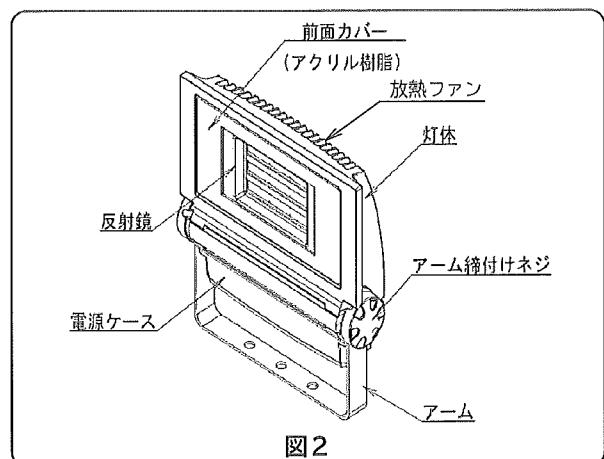
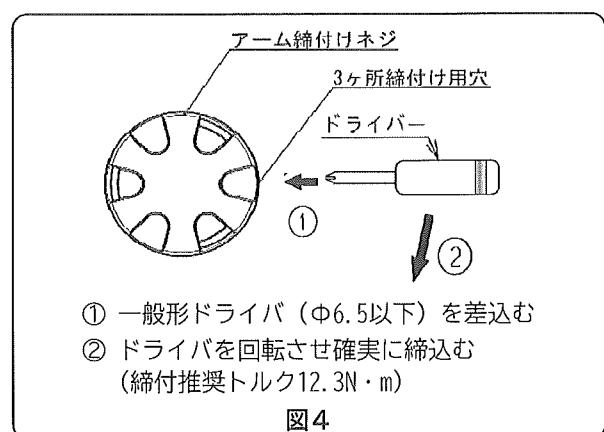

図2
図4
1. 図2のアーム締付ねじを緩めて照射角度に合わせてください。
2. 照射角度調整後、しっかりと締付け直してください。手での締付けが不十分な場合、図2の締付ねじに締付用の穴がありますので、図4のように一般形のドライバ（先端径Φ6.5以下）で確実に締付けてください。